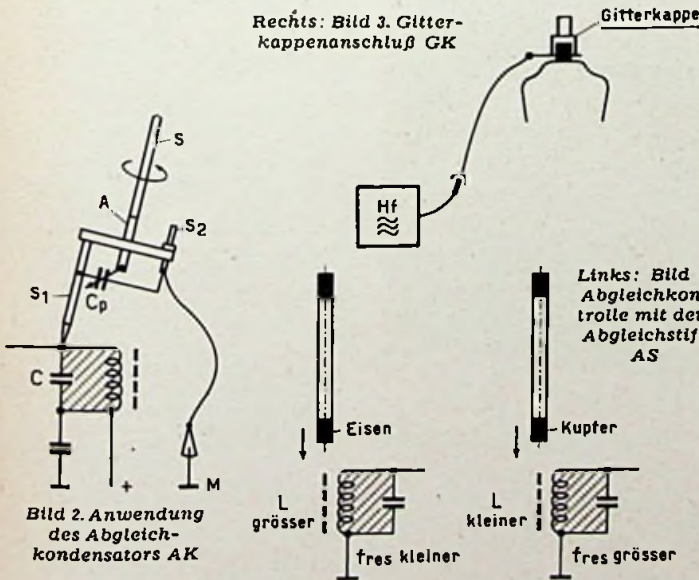

Bild 2. Anwendung des Abgleichkondensators AK
**Gleichrichter-Abgleichkondensator AK (Bild 2).** Beim Abgleich von Schwingkreisen mit festen Kapazitäten ist es oft sehr wertvoll, zu wissen, ob man eine Kapazität parallel schalten muß und wie groß der Kapazitätswert sein soll.